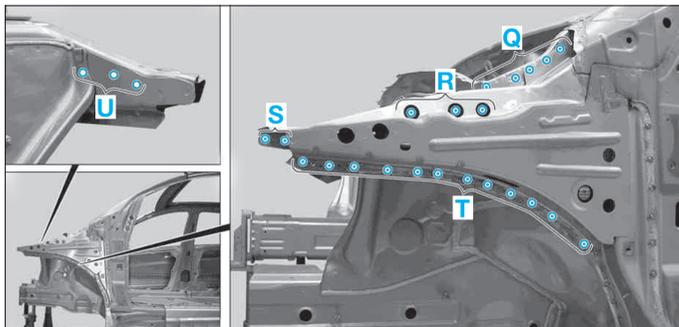

FIG. 38
- Fraiser les points de soudure dans les zones (N) et (O).
- Fraiser les points de soudure dans les zones (Q), (R), (S), et (T) (Fig.38).